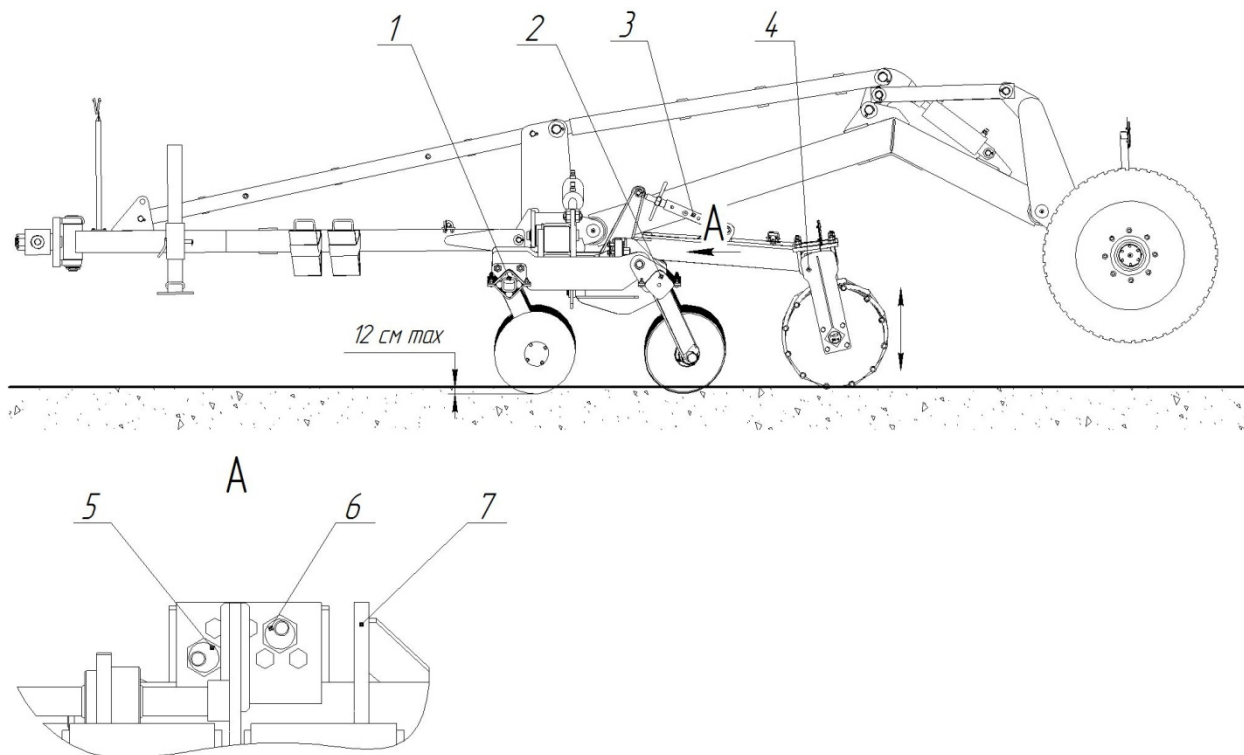

Рисунок 2 – Рабочее положение КДК-5М
- разложенное рабочее положение (рис. 2).
2.4.5 Если вид грунта не соответствует рисунку 4 необходимо отрегулировать перекрытие дисков с помощью смещения балок 2 относительно балок 1 (рис. 2). Регулировка величины смещения балок 2 производится с помощью упоров 5. Упоры 6 и 7 служат для удерживания балки 2 в транспортном положении.